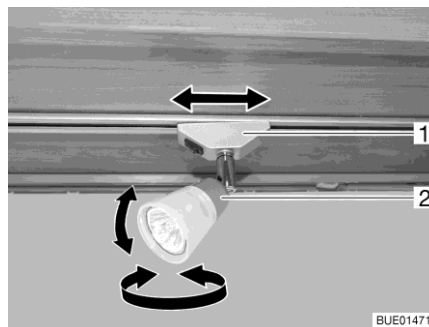

Fig. 43 Foco
Girar el foco: ■ Girar la carcasa (Fig. 43,2) del foco en la dirección deseada.
- Girar el soporte (Fig. 43,1) aprox. 45°.
- Girar el soporte (Fig. 43,1) 90°.